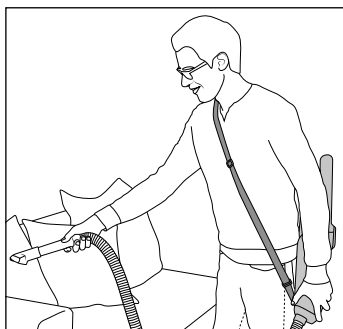

Fig. 12
- Recomendamos pasar la correa de transporte 27 por encima de la cabeza para colocarla sobre el hombro (consulte la fig. 12).